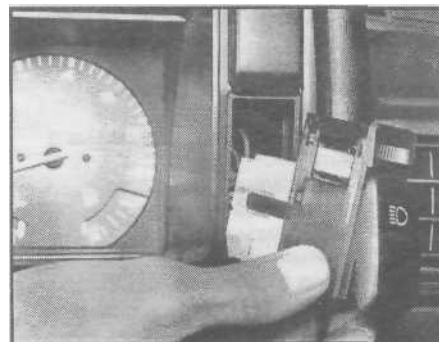

Рис. 13.2. Снятие выключателя панели приборов
- 2 Чтобы снять выключатель рокового типа, например, выключатель освещения, переведите выключатель в положение ON ("Вкл"), затем вставьте конец подходящей отвертки в выемку на основании выключателя и подденьте выключатель из панели приборов (см. рис. 13.2).